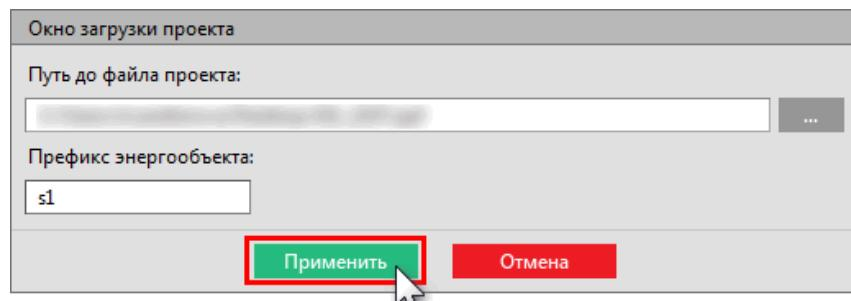

Рисунок 78 - Окно загрузки проекта
3. Нажмите Применить (Рисунок 78).